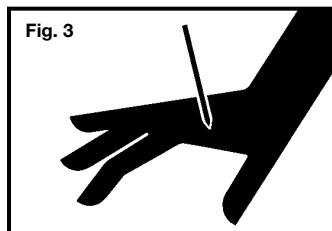

Fig. 3
5. **Nunca apunte la herramienta hacia usted o hacia otras personas que estén en el área de trabajo.** Podrían producirse lesiones graves o la muerte si se activa la herramienta. Fig. 3.